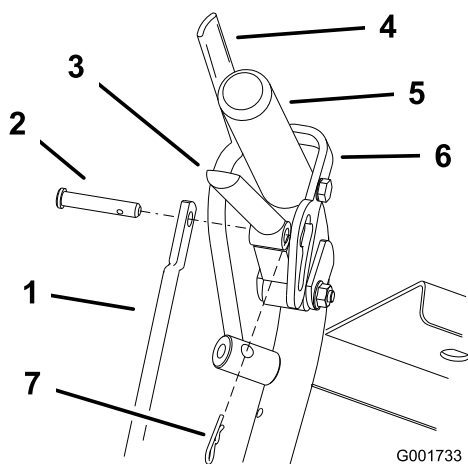
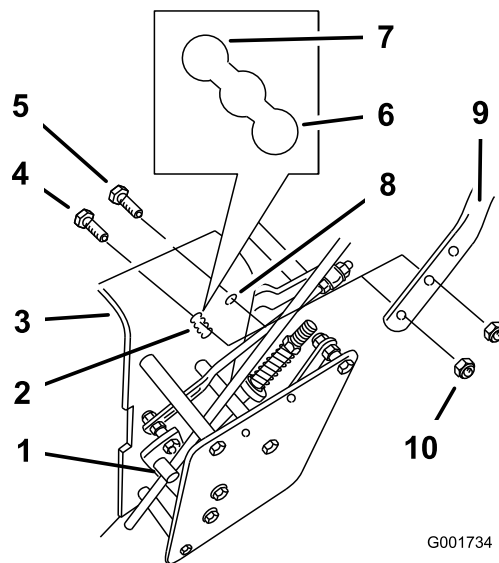

Figure 18
Figure 19
- Retirez les goupilles fendues et les axes de chape des leviers de déplacement et des verrous du point mort (Figure 18).
- Desserrez les boulons à embase supérieurs (3/8 x 1-1/4") et l'écrou à embase qui fixent la poignée au bâti arrière (Figure 19).
- Retirez les boulons à embase (3/8 x 1 pouce) inférieurs et les écrous à embase qui fixent la poignée au bâti arrière (Figure 19)
- Régalez la longueur de la tige de commande en la tournant dans sa fixation (Figure 18 et Figure 19).
- Posez la goupille fendue entre les leviers de déplacement et les verrous de point mort, et dans les axes de chape (Figure 18).